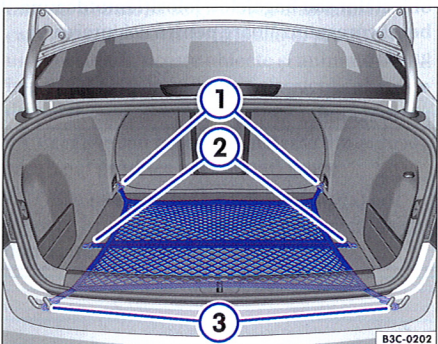
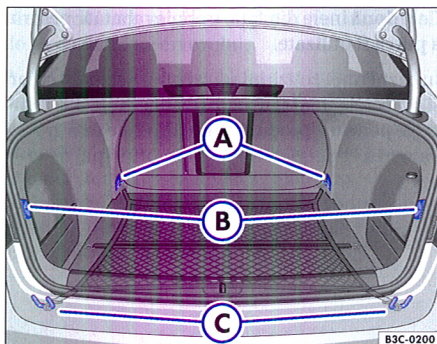

Fig. 101 Plasa din portbagaj: Cârlige pentru fixare
Fig. 102 În portbagaj: Inele pentru prinderea plasei
– Prindeți cârligele plasei ⇒ fig. 101 ① în inelele ⇒ fig. 102 A. Fermoarul plasei trebuie să fie îndreptat în sus.
– Prindeți cârligele ③ în inelele C.
– Prindeți cârligele plasei ⇒ fig. 101 ② în inelele ⇒ fig. 102 B. Fermoarul plasei trebuie să fie îndreptat în sus.
– Prindeți cârligele ① și ③ în inelele C. ◀